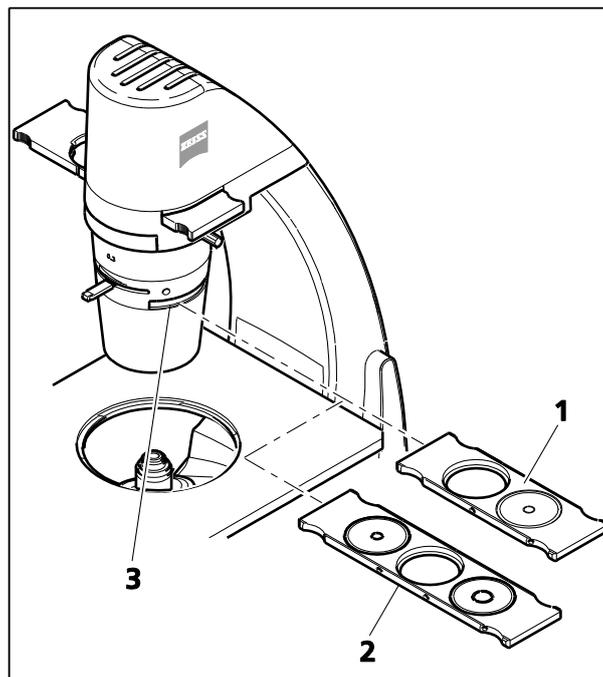

Fig. 6 Installation du curseur de contraste de phase
-Le curseur Ph à 2 positions (Fig. 6/1) et le curseur Ph à 3 positions (Fig. 6/2) sont livrés complets, avec leurs diaphragmes de contraste de phase montés.
- Pousser le curseur de contraste de phase (Fig. 6/1 ou 2) depuis le côté gauche ou droit, l'inscription dirigée vers le haut, dans la fente du condenseur (Fig. 6/3) jusqu'à ce qu'il soit engagé dans la position souhaitée.